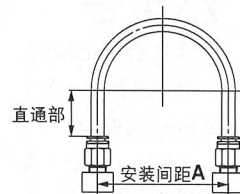

图1 推荐配管图
- ①快换管接头配管时, 请在图1推荐的配管条件下, 确保管子长度保有余量后配管。